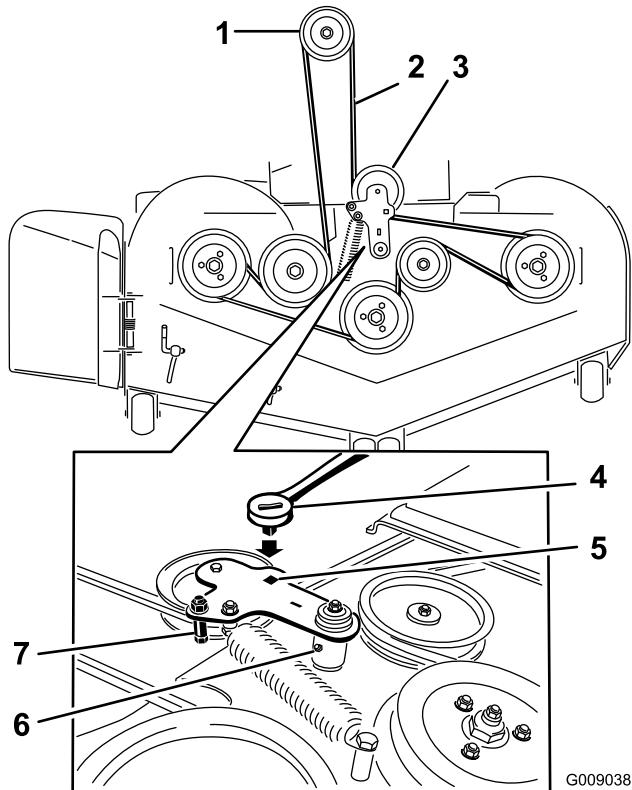

Figure 56
- Insérez un rochet dans le trou carré du bras de renvoi pour détendre le ressort de la poulie de tension (Figure 56).
7. Enlevez le guide de courroie situé sur le bras de renvoi rappelé par ressort (voir Figure 56).
9. Acheminez la courroie neuve autour des poulies du plateau de coupe et de la poulie d'embrayage, sous le moteur (Figure 56).
10. Montez le guide de courroie sur le bras de renvoi (voir Figure 56).
11. Insérez le rochet dans le trou carré et montez le ressort de la poulie de tension (Figure 56).